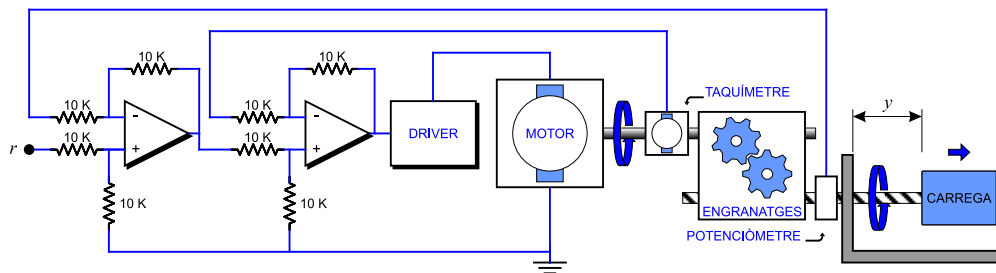

Figura 2-16
**Problema 28** Es disposa d'una càrrega connectada a un motor de contínua de la forma mostrada a la Figura 2-16. La idea és fer el control de posició i velocitat angular de la càrrega. El motor fa rodar uns engranatges que provoquen que el bis vagi fent desplaçar la càrrega a mesura que aquest va rodant. La velocitat del motor és mesurada pel taquímetre, mentre que la posició es mesura mitjançant un potenciòmetre multivolta que va donant una tensió proporcional al número de voltes que fa el bis, i per tant proporcional a la posició.